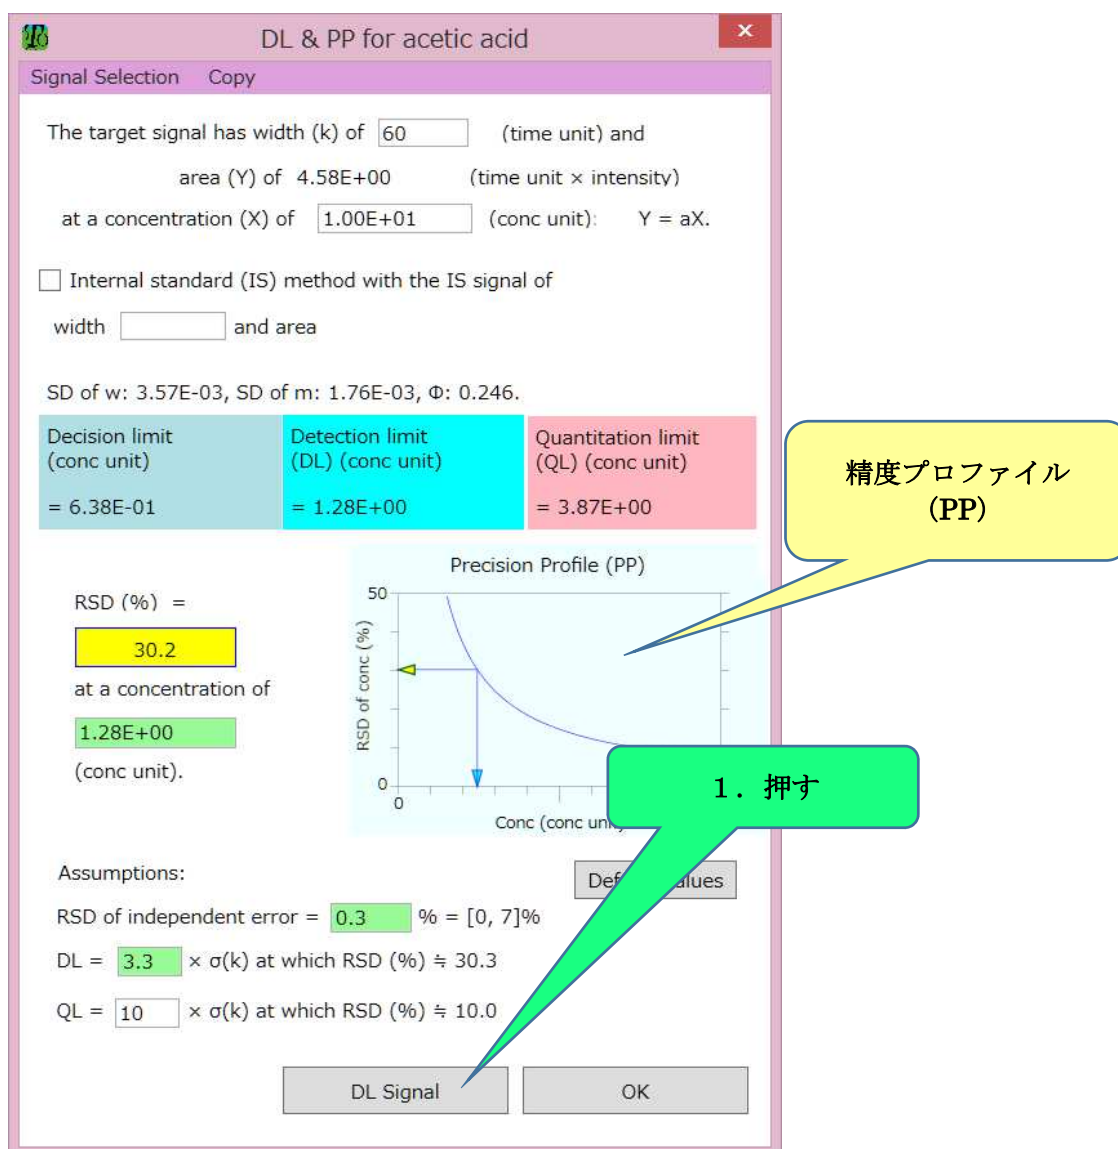
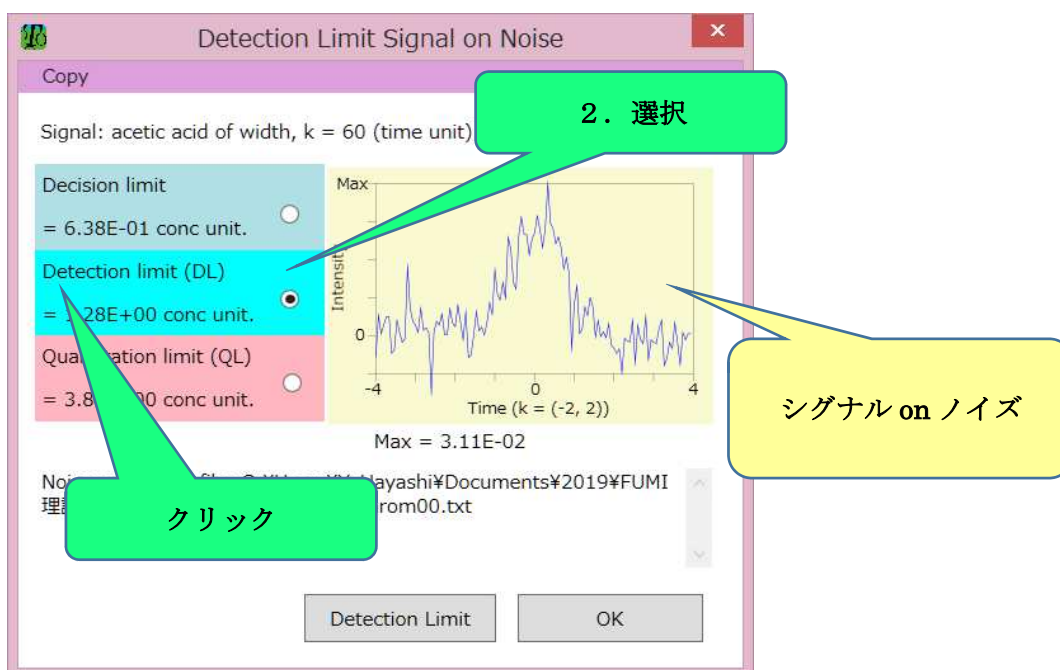

図 11 ウィンドウ「DL & PP……」
図 12 ウィンドウ「Detection Limit Signal on Noise」
検出限界、定量限界、判定限界の説明はラベル Decision limit、Detection limit、Quantitation limit をクリックすると見ることができます (図 11 と図 12)。精度プロファイル (図 11) をクリックするとその説明が現れます。
検出限界 (DL) と定量限界 (QL) の定義はブランク測定値の SD ( $\sigma(k)$ ) の定数倍です。この定数の初期設定は、それぞれ、3.3 と 10 です。QL の定数は固定ですが、DL の定数は任意の値に代えることができます。ウィンドウ「DL & PP……」 (図 11) の DL の 緑色 に数値を入力します。初期設定に戻すにはボタン「Default」を押します。
1. 「Detection Limit (DL)」を押して現われるウィンドウ「DL & PP……」のボタン「DL Signal」を押す (図 11) ;
2. 現われたウィンドウ「Detection Limit Signal on Noise」における 3 つのラジオボタン ☒ の中から、表示したいシグナルを選ぶ (図 12)。